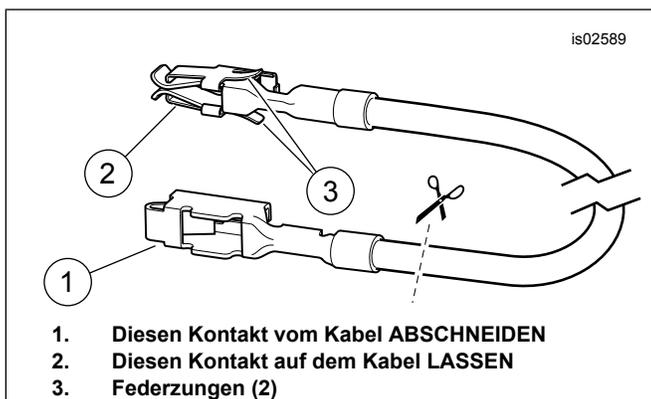

Abbildung 8. Sicherungsblock-Adapterkabel (Dyna- und Softtail-Modelle)
- Siehe Abbildung 22. Das orange/weiße Sicherungsblock-Adapterkabel (9) aus dem Satz bereitlegen. Den Kontakt an beiden Enden notieren (siehe Abbildung 8 >). Nur der Kontakt mit den Federzungen passt in diesen Sicherungsblock. Den nicht benötigten Kontakt sorgfältig abtrennen und entsorgen.